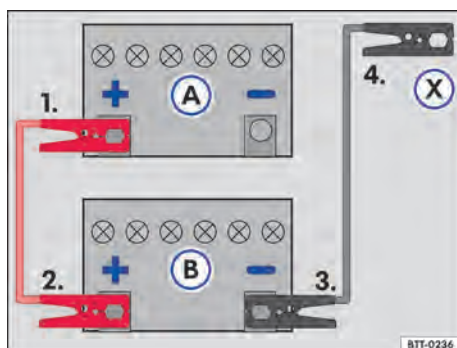

Fig. 145 Esquema para a conexão dos cabos auxiliares de partida: bateria do veículo descarregada (A) e bateria do veículo fornecedora de corrente (B).
Legenda para → Fig. 145:
Conectar o cabo auxiliar de partida somente na sequência 1 – 2 – 3 – 4 → Fig. 145.
- Conectar uma extremidade do cabo auxiliar de partida *vermelho* ao polo positivo (+) do veículo com a bateria do veículo descarregada → Fig. 145 Ⓐ → ▲.